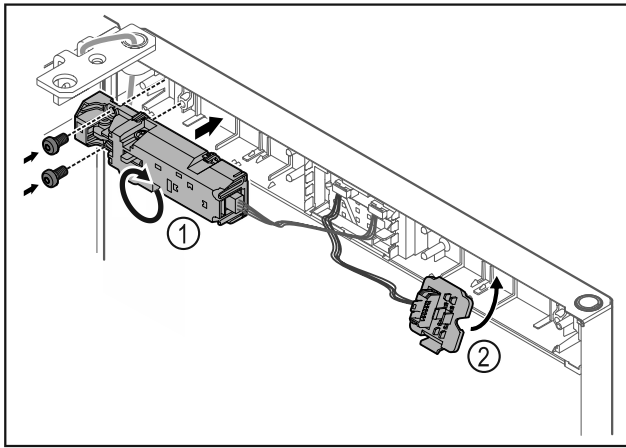

Fig. 18
- ▶ Rrotulloni bravën me veprim distanca Fig. 18 (1) me 180° dhe mbërthejeni në anën tjetër.
- ▶ Mbërtheni mbajtësen e spinës Fig. 18 (2) në anën tjetër.